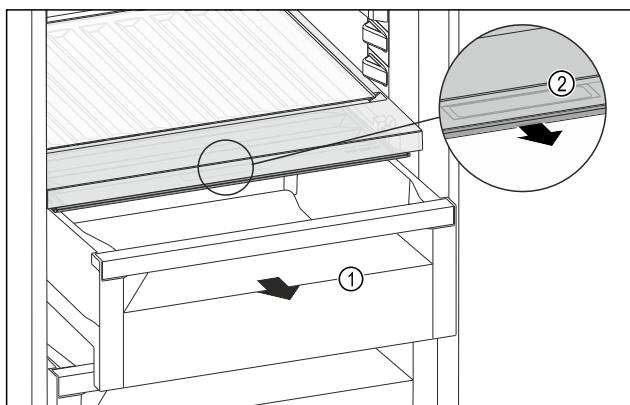

Fig. 109
- Izvlecite predal Fig. 109 (1).
- Primite prijemanlo vdolbino Fig. 109 (2) na pokrovu predala in predal istočasno povlecite naprej.